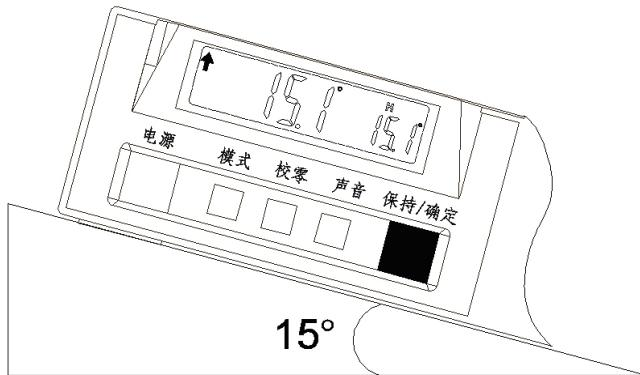

图 G-9
- 1) 轻压【保持/确定】按钮一次, 坡度计液晶显示区右侧小字体的测量值会保持不变, 同时在上方出现“H”标志, 见图 G-9;